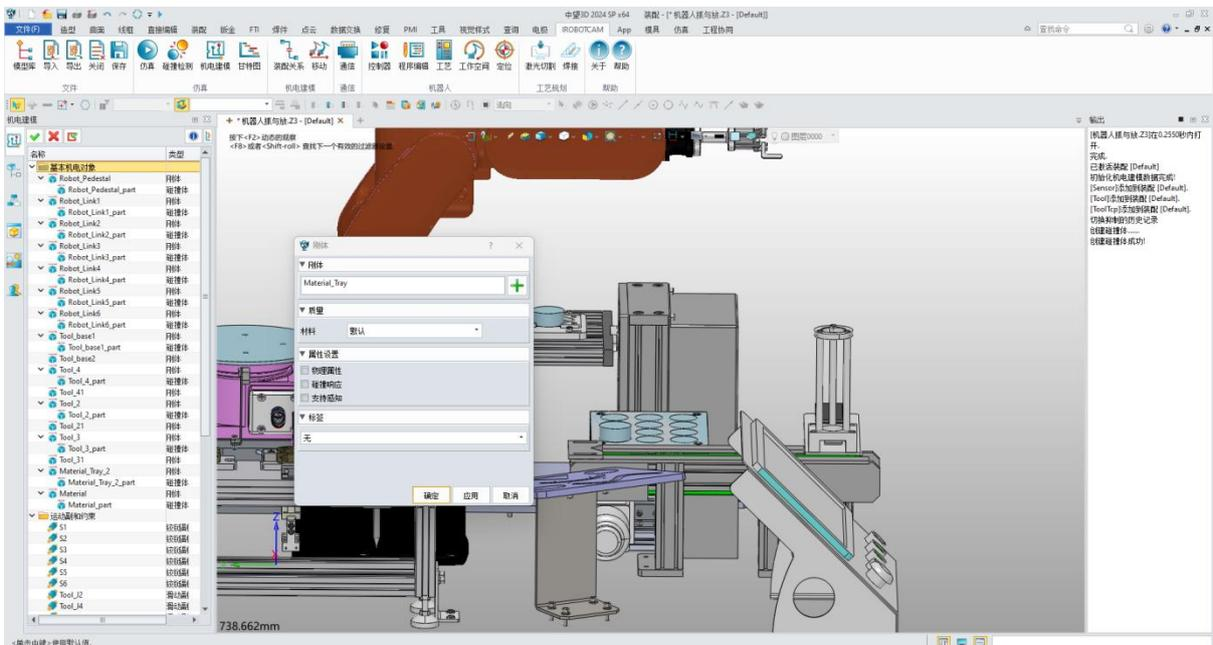

图 10-20：添加物料支撑台刚体
- 给“Materia_Tray”添加刚体：（图 10-20）